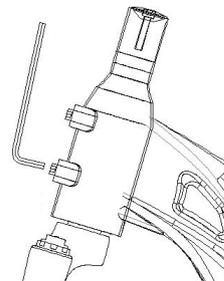

Figura 5.
1. Retire los 4 tornillos del tubo de dirección con la llave Allen de 5 mm, como se muestra en la Figura 5.